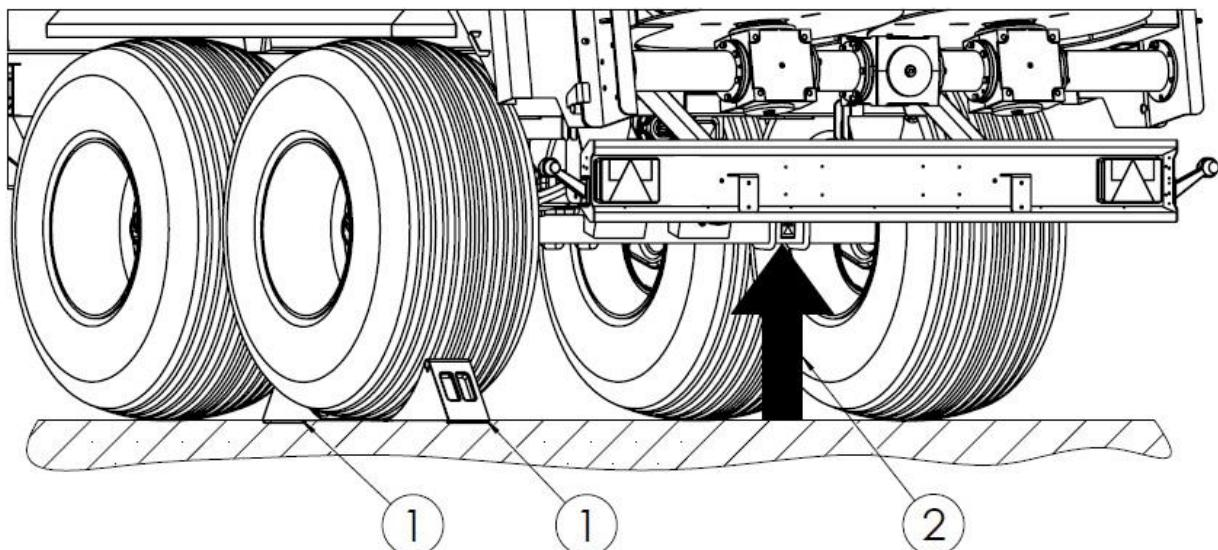

Рисунок 44. Точки установки домкратов
Если необходимо демонтировать колесо, используйте точки установки домкрата (2) под осью. Место установки домкрата показано на рис. 44. Упоры (1) подкладывать только под одно колесо.